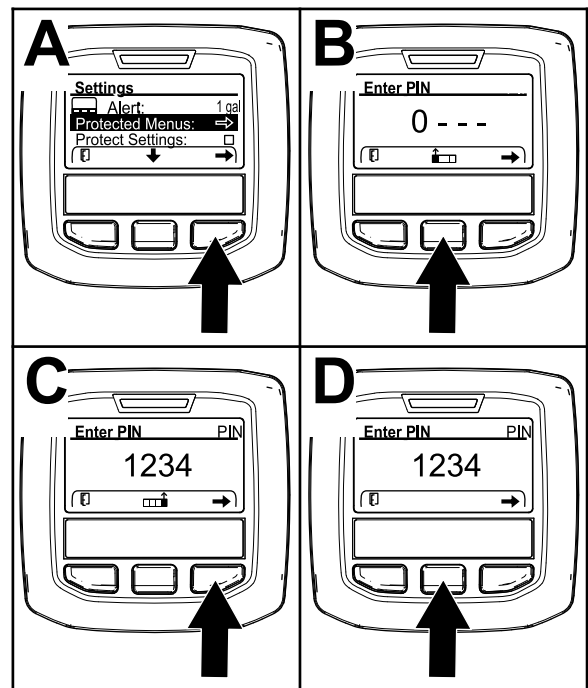

Figura 18
2. No menu de DEFINIÇÕES, utilize o botão central para ir até ao menu PROTEGIDO e prima o botão direito (Figura 18).